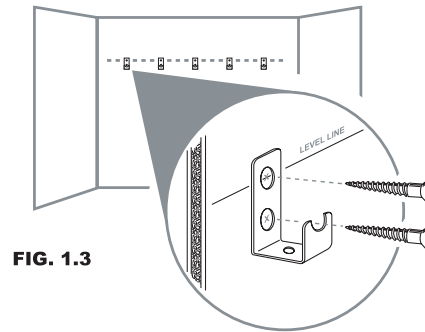

FIG. 1.3
6. Centre el orificio del tornillo superior en el gancho en L con la línea de nivel en la pared y adose los ganchos en L a la pared usando tornillos N° 8 de 1 1/2 pulg. (Fig. 1.3).